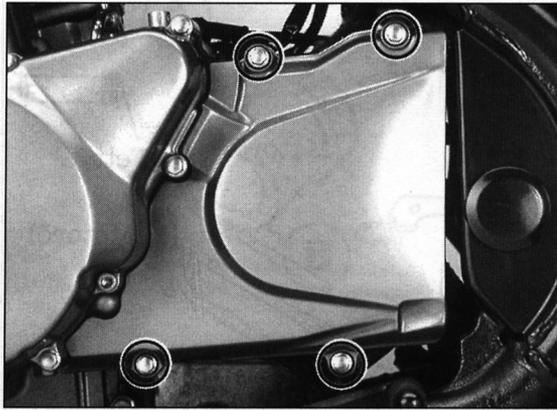

Bild 114 ►
- ① Bild 114 trennen und Kabel freilegen.
-  Widerstand der Statorspulen-Anschlüsse am Stecker ① Bild 114 untereinander messen (drei Messungen). Sollwert 0,3 – 0,6 Ω .